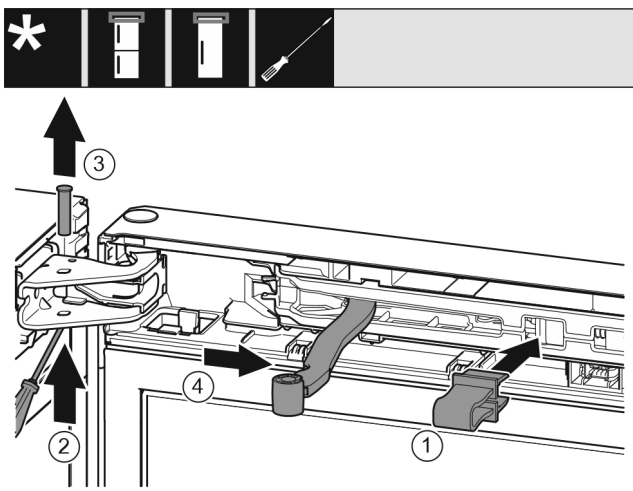

Fig. 11
- ▶ Зафиксируйте предохранитель Fig. 11 (1) в отверстии.
- ▶ Выкрутите палец Fig. 11 (2).
- ▶ Извлеките палец Fig. 11 (3) движением вверх.
- ▶ Поверните шарнир Fig. 11 (4) в направлении двери.